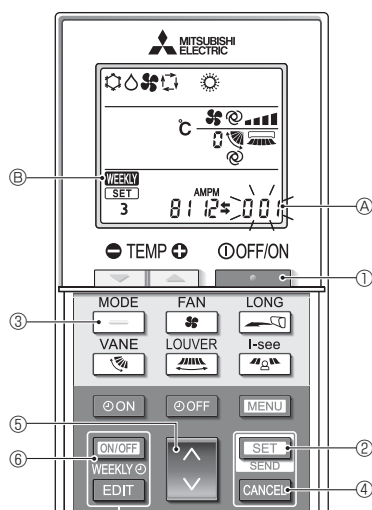

Fig. 4-12
#### 4.12.8. Come disattivare il modo AUTO (Fig. 4-12)
1. Premere il pulsante **STOP** ① per arrestare il condizionatore d'aria.
- Se il timer settimanale è attivato, premere il pulsante **ON/OFF WEEKLY** ⑥ per disattivarlo. (**WEEKLY** ⑥ scompare.)
2. Premere il pulsante **SET** ② per 5 secondi.
3. Premere il pulsante **UP** ④.
4. Completamento delle impostazioni (Fig. 4-12)